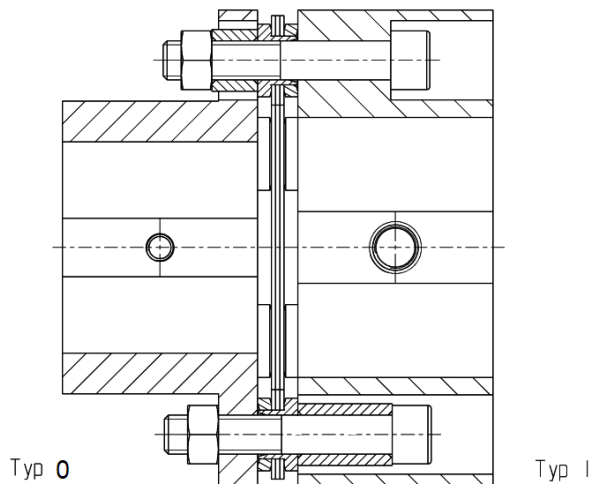

Abbildung 9.1: Montage RDL...DSO
3. Setzen Sie das Lamellenpaket zwischen die Naben ein, wie in der Abbildung 9.1 dargestellt.